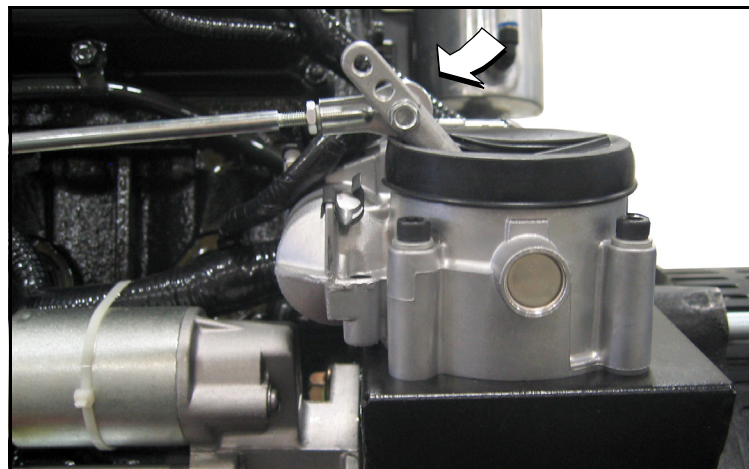

Рисунок 5-16. Смазка концов штока регулятора
1. Обработайте оба конца штока силиконовым распылителем. См. Рисунок 5-16.